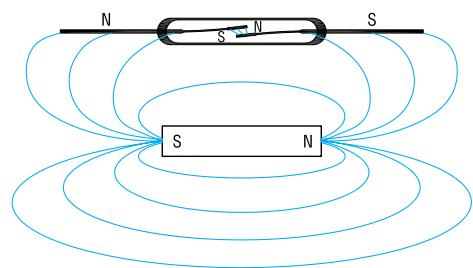

Рис. 5. Принцип работы магнитоуправляемого контакта - геркона
- при помощи магнитного поля, создаваемого постоянным магнитом (рисунок 5);